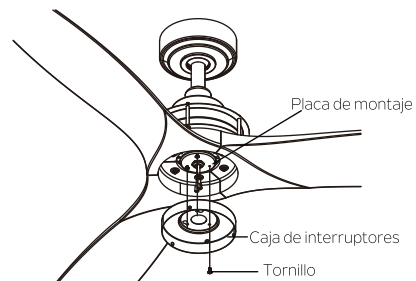

Fig. 24
**Paso 4.** Coloque los dos orificios ovalados en la caja de interruptores sobre los 2 tornillos instalados anteriormente sobre la placa de montaje. Haga girar la caja de interruptores hasta que se trabe en su lugar en el extremo angosto de los orificios principales. Asegure ajustando los 2 tornillos instalados anteriormente y el tornillo que se aflojó en el paso 2. (Fig. 24)